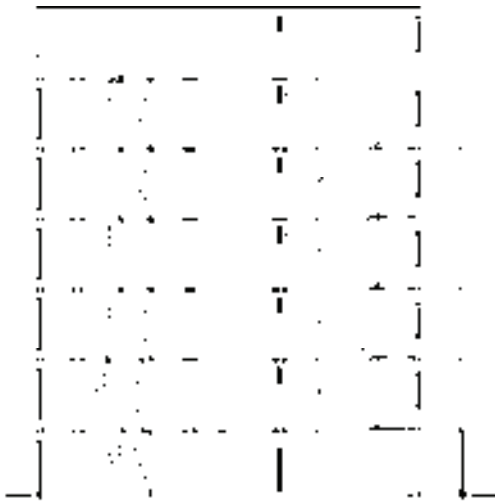

图 14-162 绘制结果
10) 重复上述操作，继续绘制双线楼板图形，结果如图 14-162 所示。